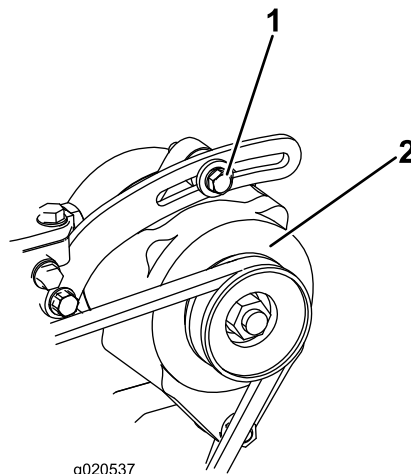

Figure 81
2. Si vous n'obtenez pas une flèche de 10 mm ($\frac{3}{8}$ po), desserrez les boulons de fixation de l'alternateur (Figure 81).